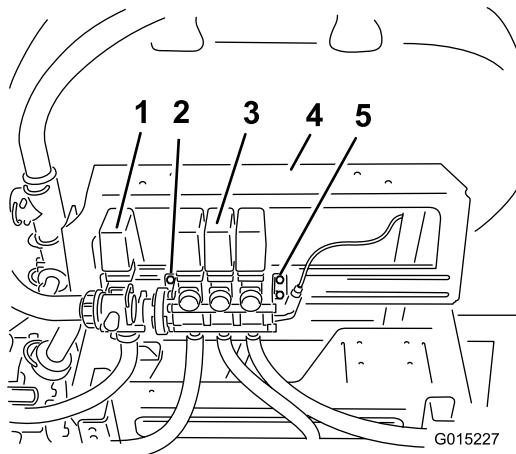
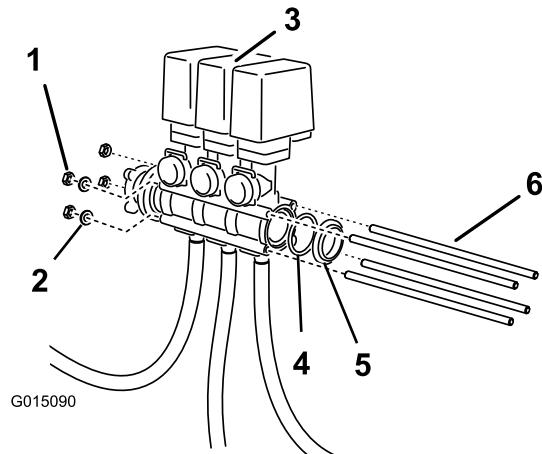

Figure 4
Figure 6
1. Desserrez, mais ne retirez pas, les boulons qui fixent l'ensemble vannes de rampe au support droit (Figure 4).
8. Insérez les tiges filetées dans les trous des corps des vannes de dérivation des rampes et, dans le cas des 2 tiges les plus proches du longeron de montage, dans le support gauche (Figure 4 et Figure 6).